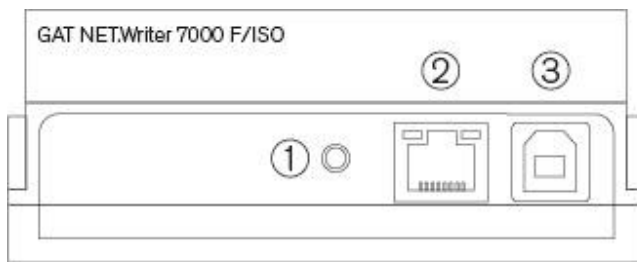

Bild 4.7 – Reset-Taste
- ▶ Halten Sie die RESET-Taste (1 in Bild 4.7) für 5 Sekunden gedrückt.
- ▶ Stecken Sie das Netzteil wieder am GAT NET.Writer 7000 F/ISO ein, während Sie dabei die RESET-Taste (1 in Bild 4.7) gedrückt halten.
- ▶ Stecken Sie das Netzteil wieder am GAT NET.Writer 7000 F/ISO ein, während Sie die RESET-Taste (1 in Bild 4.7) gedrückt halten.